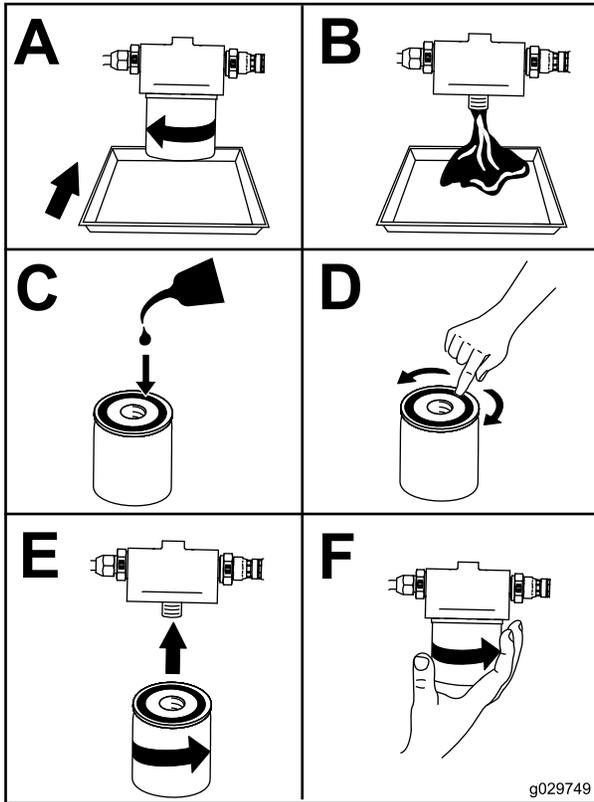

Figura 50
7. Cambie el filtro de aceite (Figura 50).